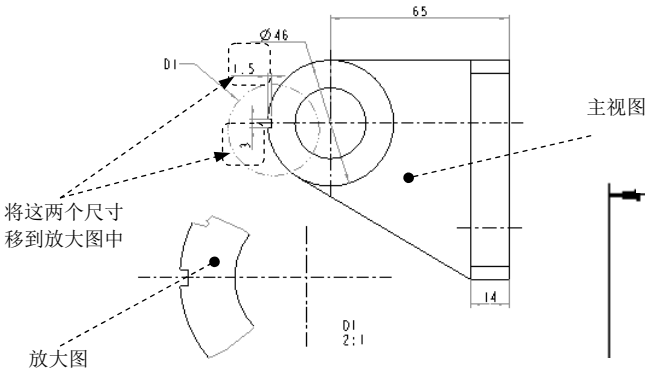

图 6.5.9 操作过程
Step2. 在图 6.5.9 所示的主视图中选取尺寸“1.5”，然后右击，从弹出的快捷菜单中选择 **将项移动到视图** 命令。
Step3. 在系统  选择模型视图或窗口。 的提示下，选择图 6.5.9 所示的放大图，此时“主视图”中的尺寸“1.5”被移动到“放大图”中。
- 删除 (D)
- 切换纵坐标/线性 (L)